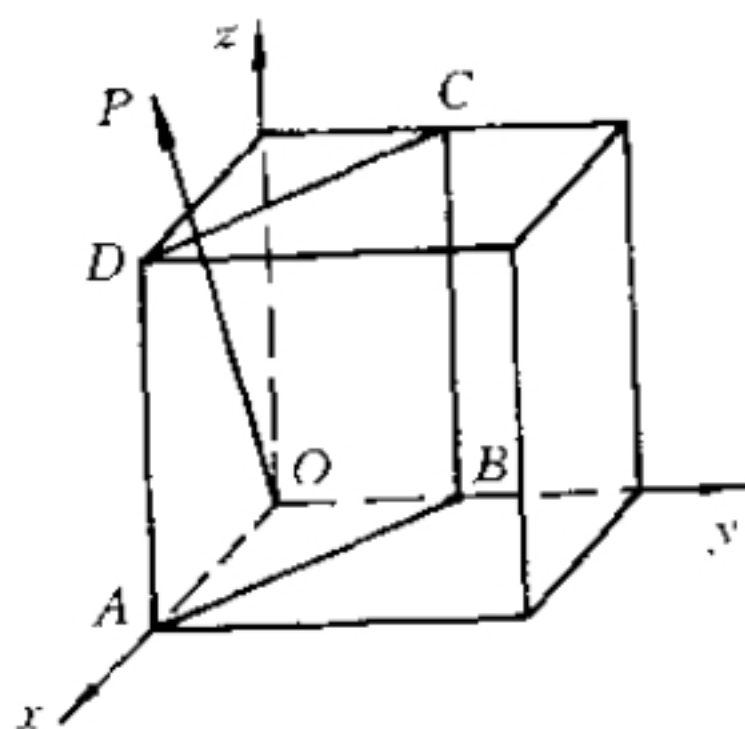

图 1-7 晶面和晶向的图示
**解** 根据晶面和晶向指数的标定方法可知, 题中晶面指数为  $(120)$ , 如图 1-7 中  $ABCD$ ; 晶向指数为  $[102]$ , 如图 1-7 中  $\overrightarrow{OP}$ 。